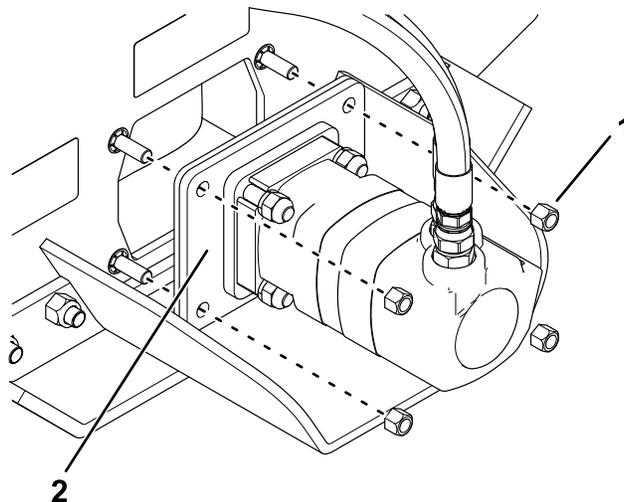

Figura 8
4. Retire las 4 tuercas ($\frac{9}{16}$ ") que sujetan el soporte del motor (Figura 8). Retire el soporte con el motor.
2. Usando 4 tuercas (9/16"), instale el soporte del rotor y el motor (Figura 8). Apriete las tuercas a 127 – 157 N·m (94 – 116 pies-libra).